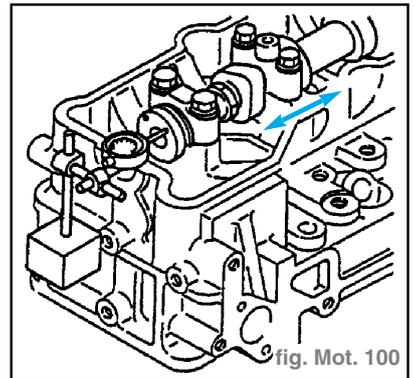

fig. Mot. 100
- Mesurer le jeu axial. Si la mesure n'est pas conforme à la valeur standard (voir «caractéristiques») remplacer les pièces défectueuses. (fig. Mot. 100)